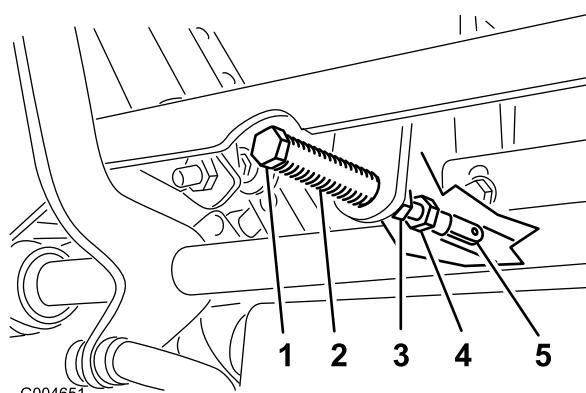

Figura 50
5. Puxe a alavanca para trás até que o pino de segurança (no braço por cima do eixo da articulação) entre em contacto com a extremidade da ranhura (até começar a fazer pressão na mola), como se mostra na Figura 50.
7. Se for necessário ajuste, solte a porca e a porca de retenção encostada à forquilha (Figura 50).
8. Aplicando uma pressão ligeira para trás à alavanca de controlo do movimento, rode a cabeça do parafuso de ajuste na direção adequada até a alavanca de controlo estar centrada na posição BLOQUEADA EM PONTO-MORTO (Figura 50).
9. Aperte a porca e a porca de retenção (Figura 50).
10. Aperte as porcas de retenção nas juntas de esfera (Figura 50).